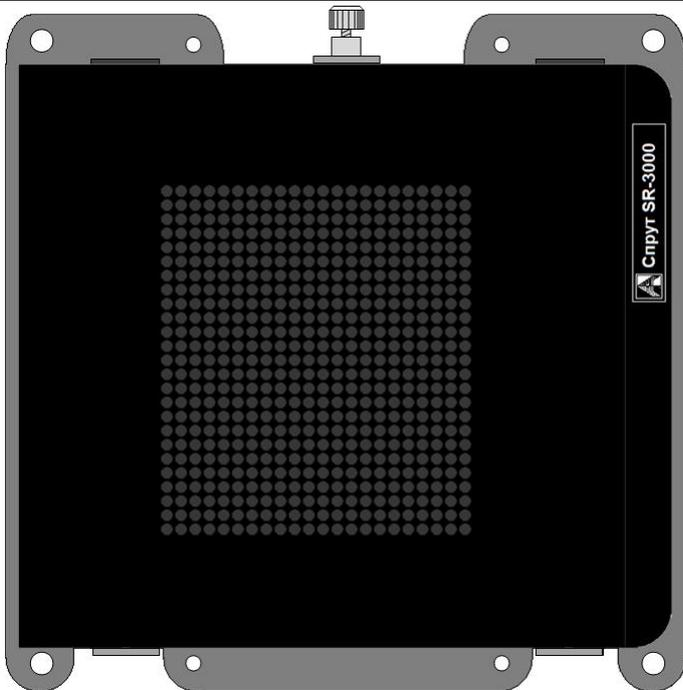
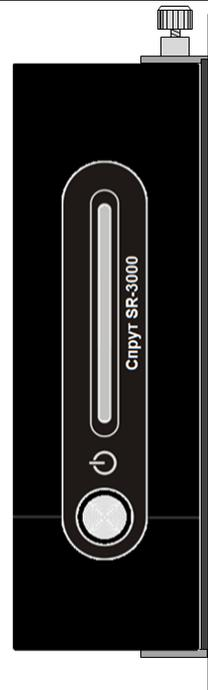
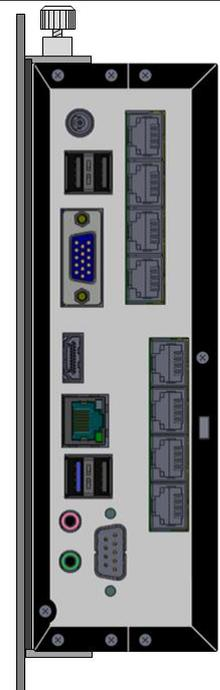

Рис. 21 Спрут SR-3000, размещенный на креплении, вид спереди, лицевая сторона обращена вправо.
Рис. 22 Спрут SR-3000, размещенный на креплении, вид справа.
Рис. 23 Спрут SR-3000, размещенный на креплении, вид слева.
4. Прижать Спрут SR-3000 к выступающим площадкам крепления, совмещая шпёнки крепления с вентиляционными отверстиями боковой стороны устройства (Рис. 21, Рис. 22, Рис. 23).